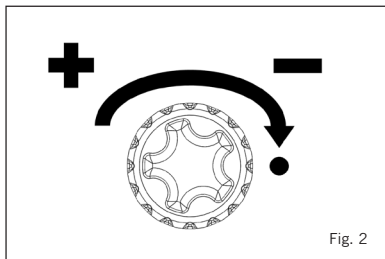

Fig. 2
- Vrid knappen på PowerPak motsols för att öka gastillförseln (fig. 2).